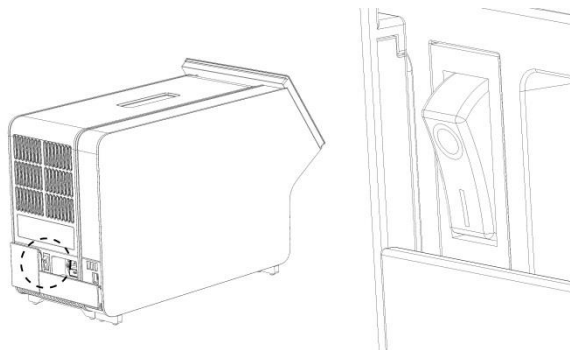

图 18. 找到电源开关并将其设置到“1”位置。
10. 将分析模块背面的电源开关按到“1”位置打开仪器（图 18）。检查分析和操作模块的状态指示灯是否为蓝色。